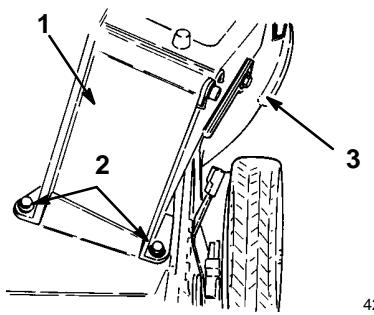

Figure 2
1. Boulons (4) 2. Plaque de paillage
- Mettre le conduit d'éjection en place sur le carter de tondeuse en faisant correspondre les trous d'assemblage de part et d'autre (Fig. 2).